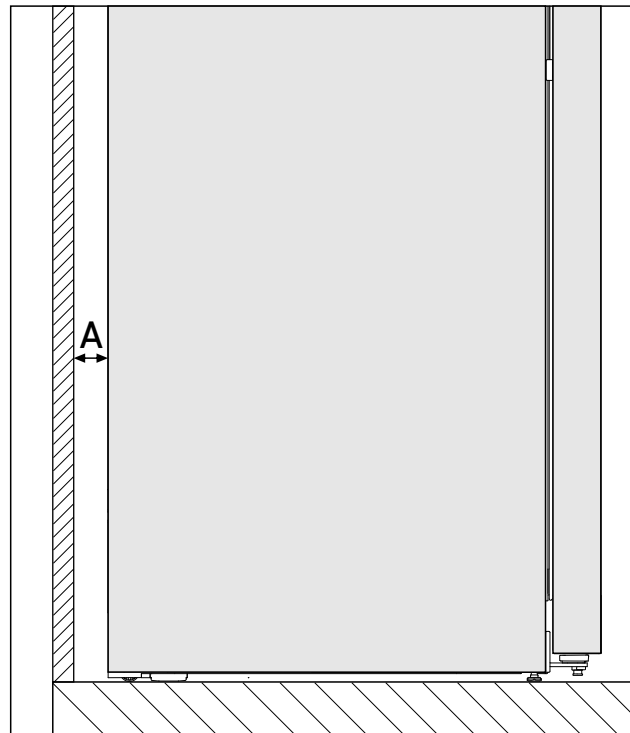

Fig. 2 *
Енергоспоживання було визначено на відстані Fig. 2 (A) між задньою стороною пристрою та стіною. Якщо відстань від стіни становитиме менше ніж Fig. 2 (A), це не впливатиме на працездатність приладу, однак за меншої відстані енергоспоживання дещо збільшиться.